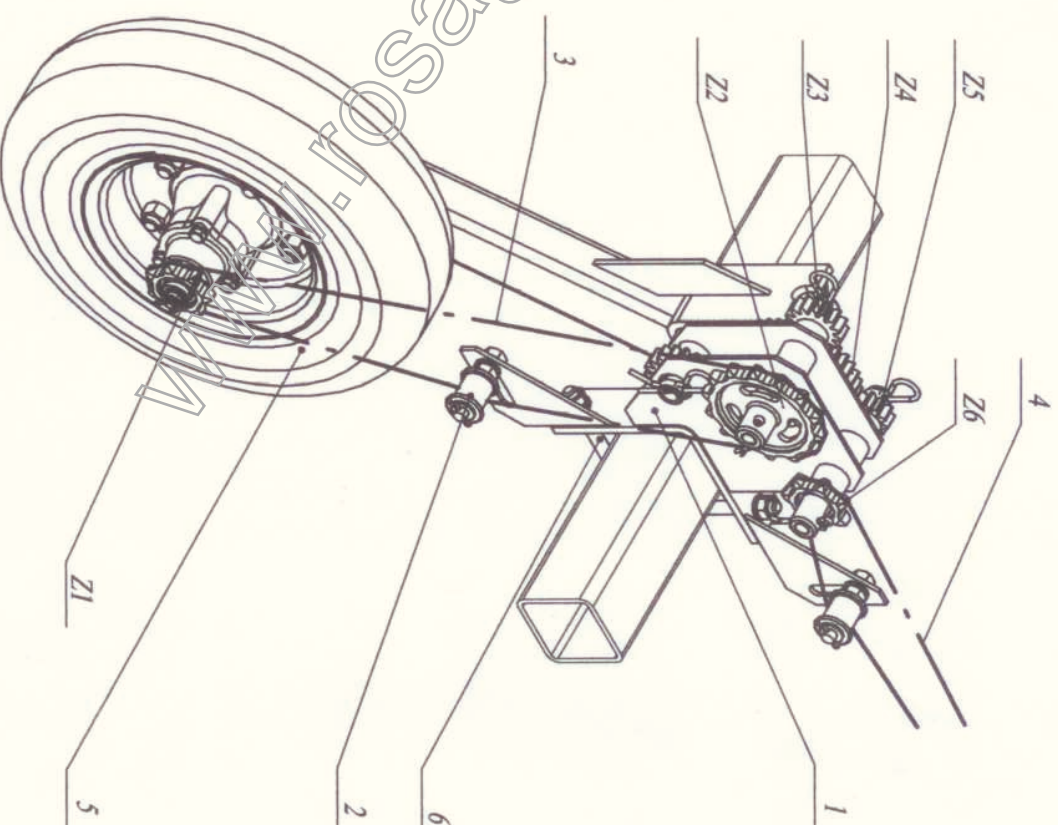

Рис. 6 Механизм передач
2.8. Механизм передач (рис. 6) смонтирован на корпусе 1. От несущего колеса 1 через звездочку $Z_1=7$ с помощью цепи 3 движение передается на звездочку $Z_2=14$, расположенную на первом валу механизма передач. На этом валу закреплено зубчатое колесо, передающее вращение через паразитные колеса и на второй вал. Со второго вала посредством цепной передачи вращение передается с звездочки $Z_6=7$ на звездочку $Z_7=12$ и вал туковывсевающего аппарата АТ-2Р или АТП-2А.